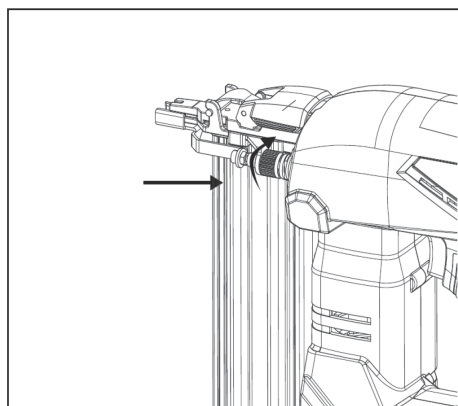

Рис. 17
- Чтобы увеличить глубину забивания крепежа, поверните ручку регулировки глубины внутрь (Рис. 17).